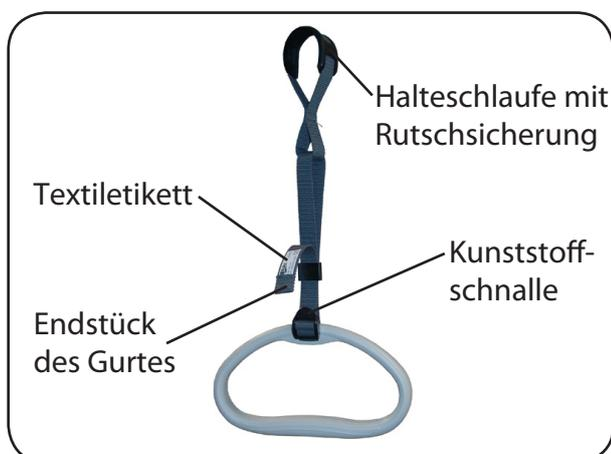

Abb. 6.5.03 - Haltegriff und Gurt
5. Passen Sie die Höhe des Haltegriffs an die individuellen Patientenbedürfnisse an. Das Gurtband hat einen Verstellbereich von 20 cm und kann über die Kunststoffschnalle (Abbildung 6.5.03) verstellt werden. Hierbei darf der Griff nicht belastet sein. Achten Sie darauf, dass das Endstück des Gurtes min. 3 cm über der Kunststoffschnalle steht (Abbildung 6.5.03).